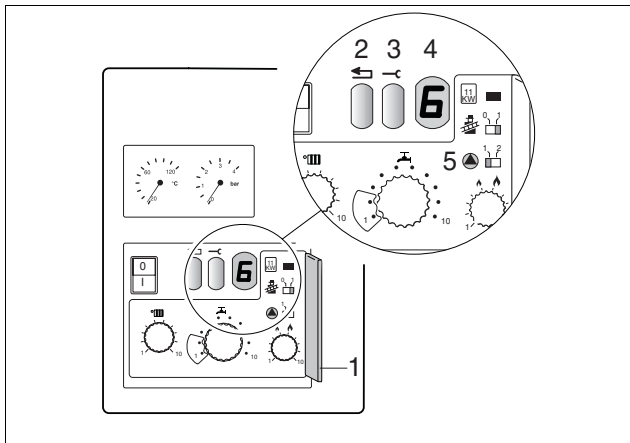

Fig. 10 Secondo livello di servizio
- Aprire il coperchio del secondo livello di servizio (fig. 10, pos. 1).
- Porre l'interruttore  sulla posizione "2" (temporizzazione pompa 24 h) (fig. 10, pos. 5).